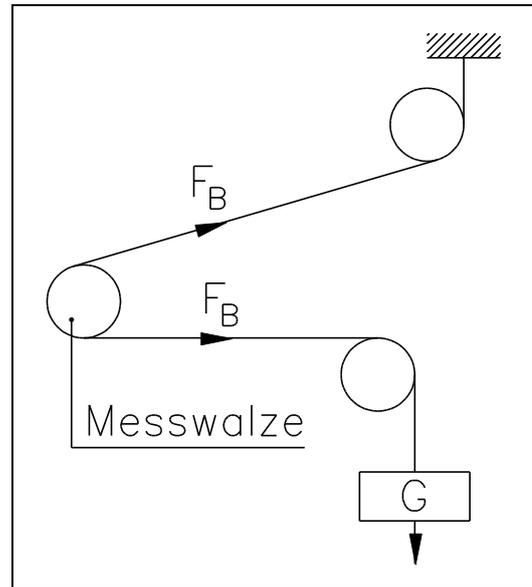

Bild 13: Kalibrierung des Verstärkerteils
Die folgenden Hinweise beziehen sich auf eine Inbetriebnahme und Kalibrierung in der Maschine, wobei der Materialzug durch ein Gewicht entsprechend dem Materialzug nachgebildet wird (siehe Bild 13).
- ◆ Material oder Seil mit einem definierten Gewicht belasten (Bild 13).